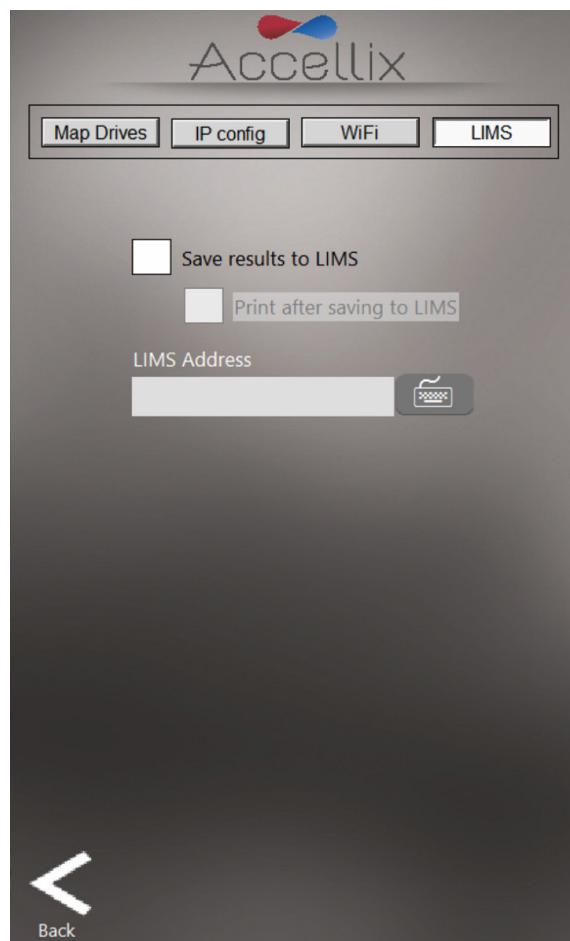

Abbildung 27: Netzwerkbildschirm: Registerkarte „LIMS“
4. Um ein System für das Speichern von Daten im LIMS-System zu konfigurieren, wählen Sie die Registerkarte „LIMS“ aus (Abbildung 27). So aktivieren Sie das System, um Daten im LIMS-System zu speichern: